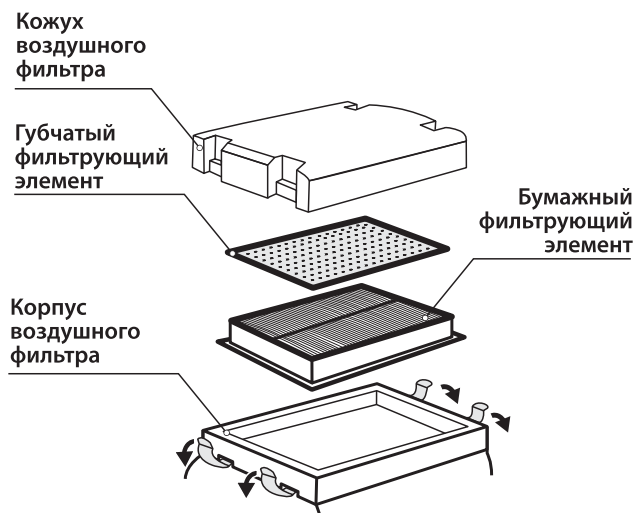

рис. 15
- Снимите кожух воздушного фильтра (рис. 15).